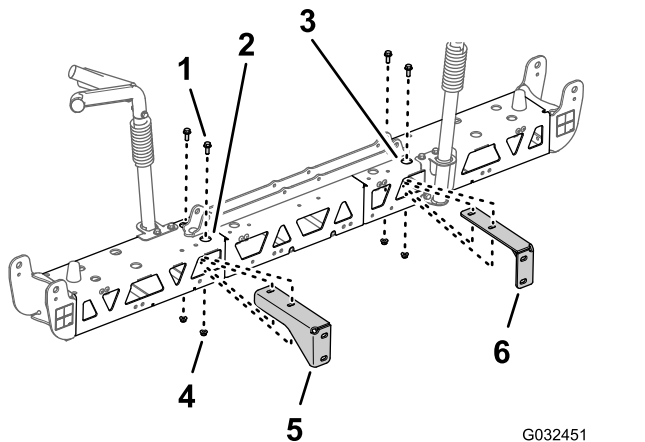

Figura 78
2. Alinhe os orifícios no suporte direito com os orifícios na estrutura da armação direita, como se mostra na Figura 78.
3. Monte o suporte direito na estrutura da armação direita (Figura 78) com os 2 parafusos de
4. Repita os passos 2 e 3 para o suporte esquerdo na estrutura da armação esquerda (Figura 78).